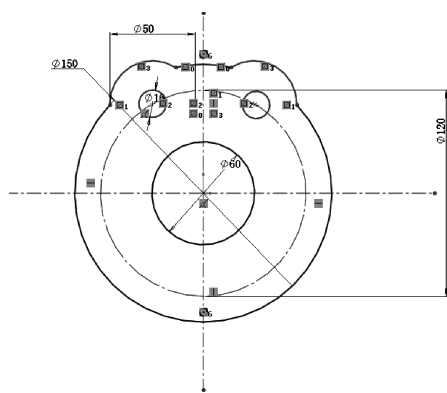

图 11-26 剪裁的效果
10) 单击【草图】工具栏中的  (剪裁实体) 按钮，在屏幕左侧【属性管理器】中弹出【剪裁】属性设置。单击鼠标剪裁圆弧，在【属性管理器】中单击  按钮，以结束剪裁，如图 11-26 所示。